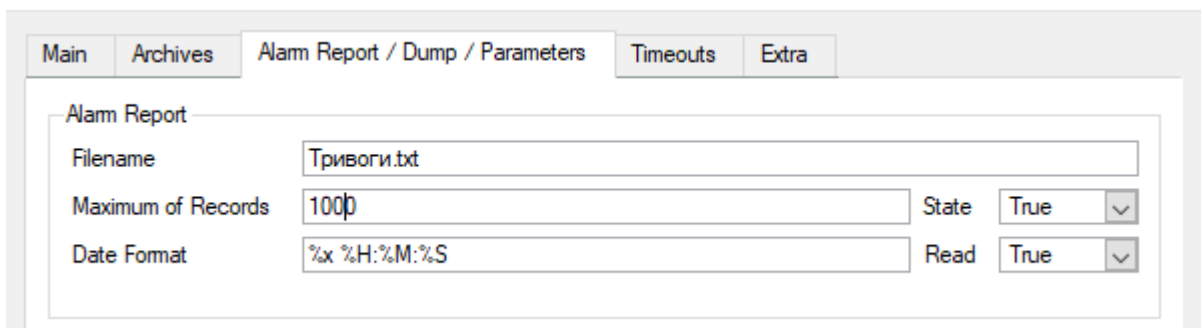
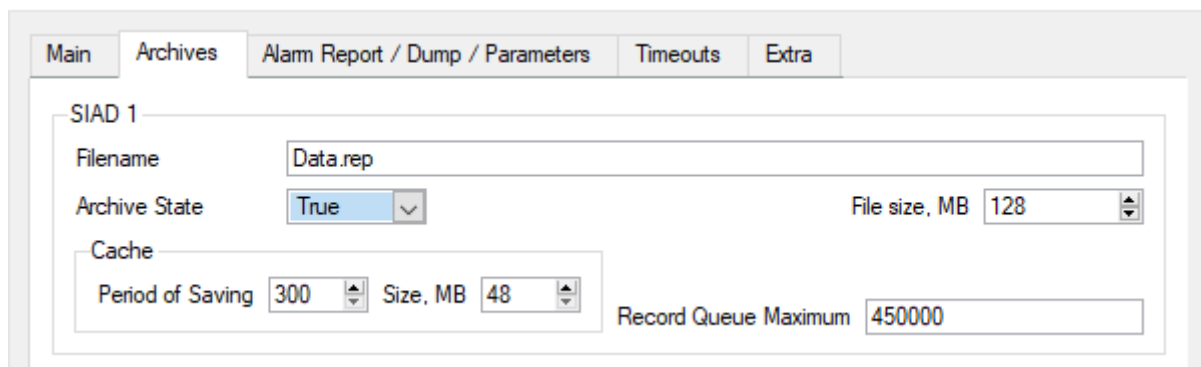

Рисунок 9 – Редагування звіту тривоги вузла
Рисунок 10 – Редагування архіву вузла
1.6 Відредагувати вузол. Виділити вузол **RTM_1**, викликати ПК контекстне меню та вибрати **Edit** (Редагувати). У вікні перейти на вкладку **Alarm/Dump/Parameters** (Тривога/Дамп/Параметри). Заповнити поля, як показано на рис. 9. Перейти на вкладку **Archives** (Архіви) та заповнити поля, як показано на рис. 10.